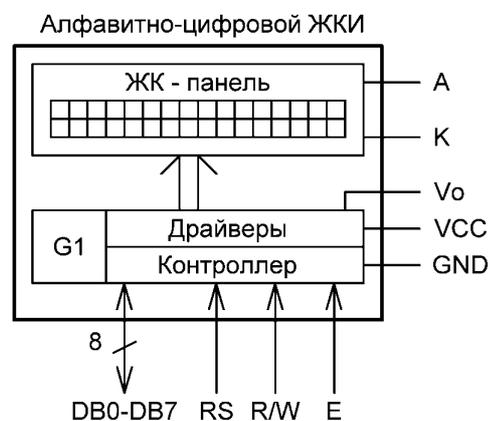

рис.2
**Практическое задание.** Промоделировать работу электрических схем, показанных на рис.2, 5, 8, с помощью программы VMLab. Проверить результаты моделирования на реально собранных макетах устройств. Выслать разработчикам WinAVR по электронной почте свои предложения по улучшению интерфейса и расширению возможностей инструментов MFile, PN, AVRDUDE.
саторов” берет на себя встроенный управляющий контроллер. На рис.2 показана структурная схема типового ЖКИ с организацией 16x2, которая идентична для всех моделей независимо от фирмы-изготовителя. Основу составляет специализированный контроллер, обычно выполненный в виде одной или двух микросхем-капелек, реже – в виде фирменной SMD-микросхемы. По назначению выводов и системе команд он совпадает с родоначальником серии – HD44780. Общепринятое название таких микросхем “Dot Matrix Liquid Crystal Display Controller/Driver”, из чего следует их двойная функция – контроллер управляет интерфейсом, а драйвер “зажигает” сегменты.